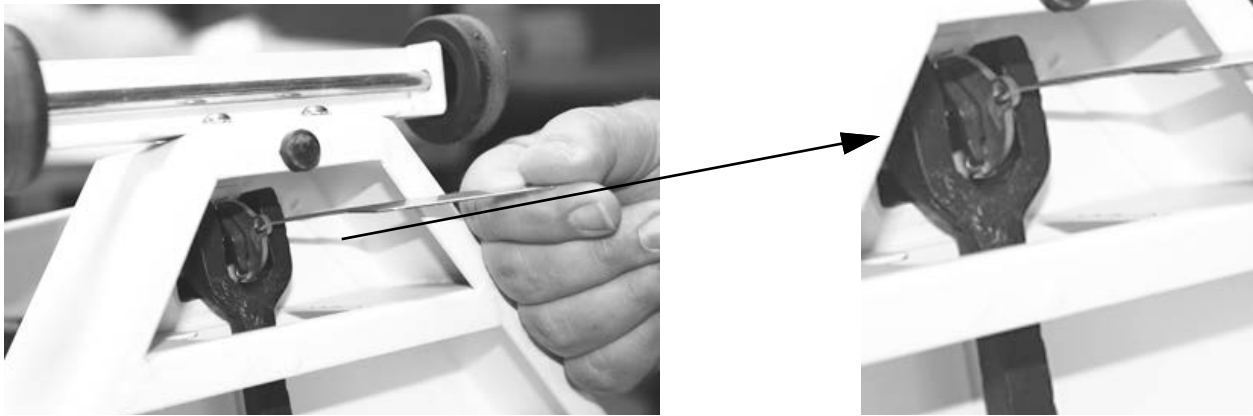

Figura 2-6. Conexión de la barra de acero a la base de báscula
- Introduzca la llave inglesa (incluida) en el pequeño orificio situado delante de la barra de acero y tire del gancho de la barra de acero con el gancho de la llave inglesa para conectarla a la base de la báscula como se muestra en la Figura 2-6.